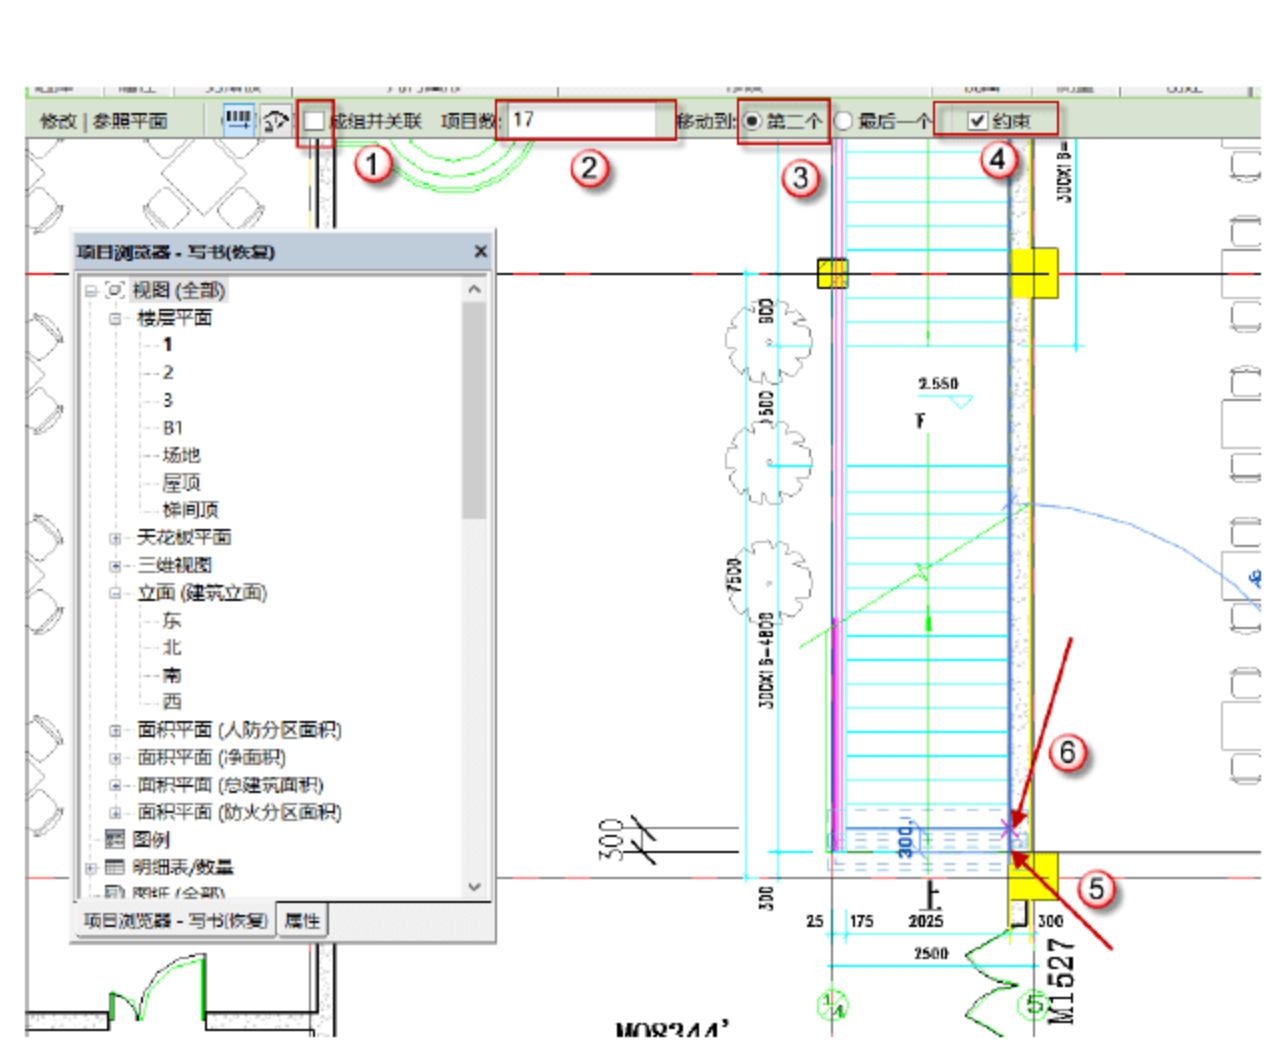
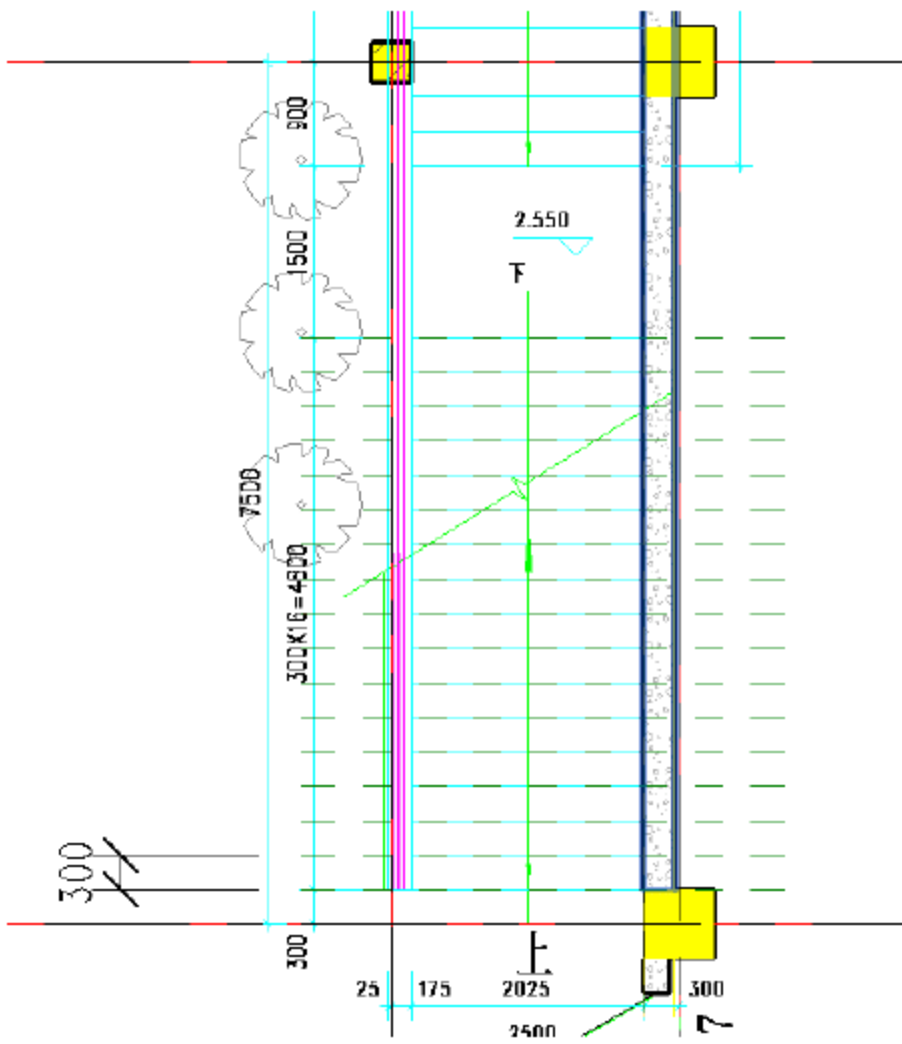

图 10.5.27 阵列水平参照平面
图 10.5.28 完成阵列水平参照线部分
(5) 阵列水平参照平面。选择第一条参照线，按快捷键 A+R，取消“成组并关联”复选框的选择，“项目数”输入“17”（因为有 17 级台阶），“移动到”选择“第二个”单选按钮，选中“约束”复选框，若不选择该复选框，则较难控制参照线按竖直方向阵列，然后单击图 10.5.27 所示的“5”点绘制到“6”点，系统会再生成 16 条参照线，完成效果如图 10.5.28 所示。